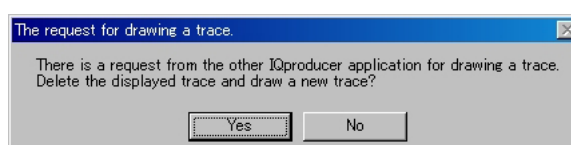

図3.2.4-2 確認表示
- (1) CCDF グラフ画面の左下にある [Quick Add mode] を [Clear] に設定します。
- (2) [Simulation] メニューの [CCDF] をクリックするか、 をクリックすると、図 3.2.4-2 のようなメッセージが表示されます。